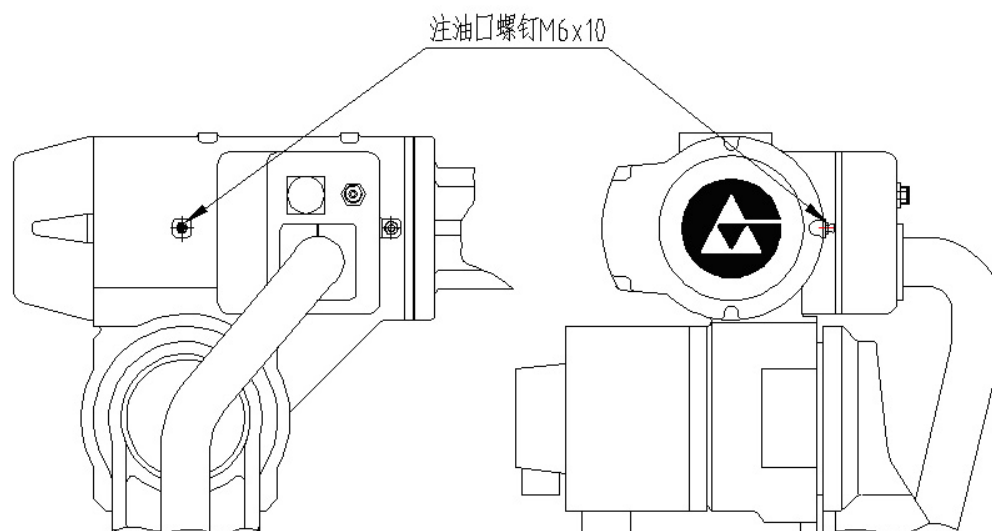

图 16 J4 轴减速机局部结构
- ① 取下注油口的螺丝堵；
- ② 在注油口安装 M6 油嘴；
- ③ 用油枪从注油口注油（参考图 16 J4 轴减速机局部结构）；